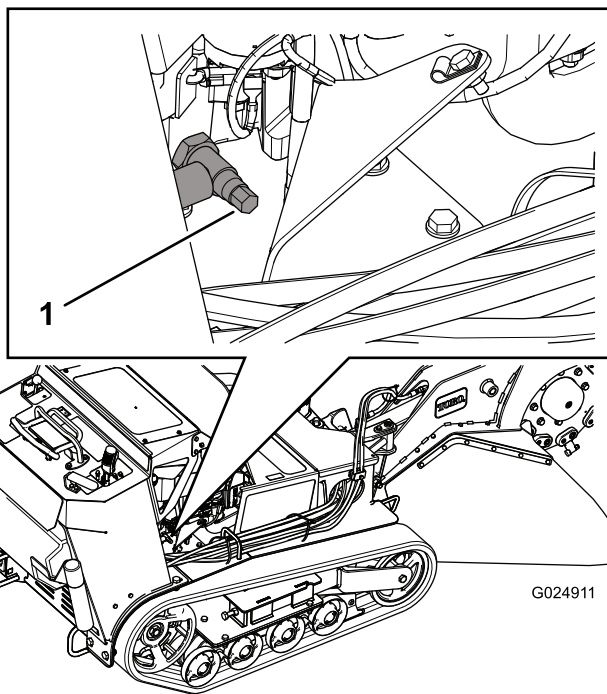
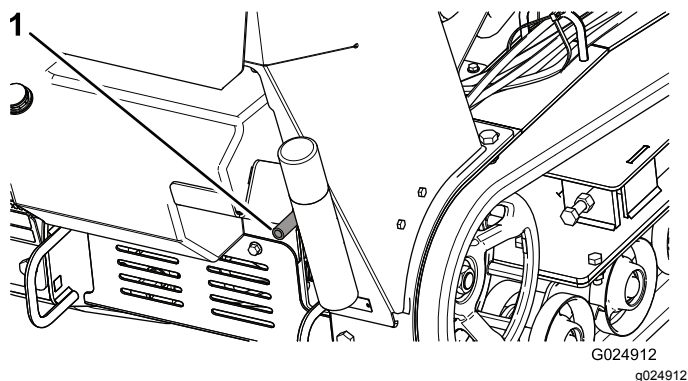

Figura 33
Figura 34
5. Collocate una bacinella sotto il tubo di spurgo. Girate la valvola di spurgo dell'olio per lasciar defluire l'olio (Figura 33 e Figura 34).